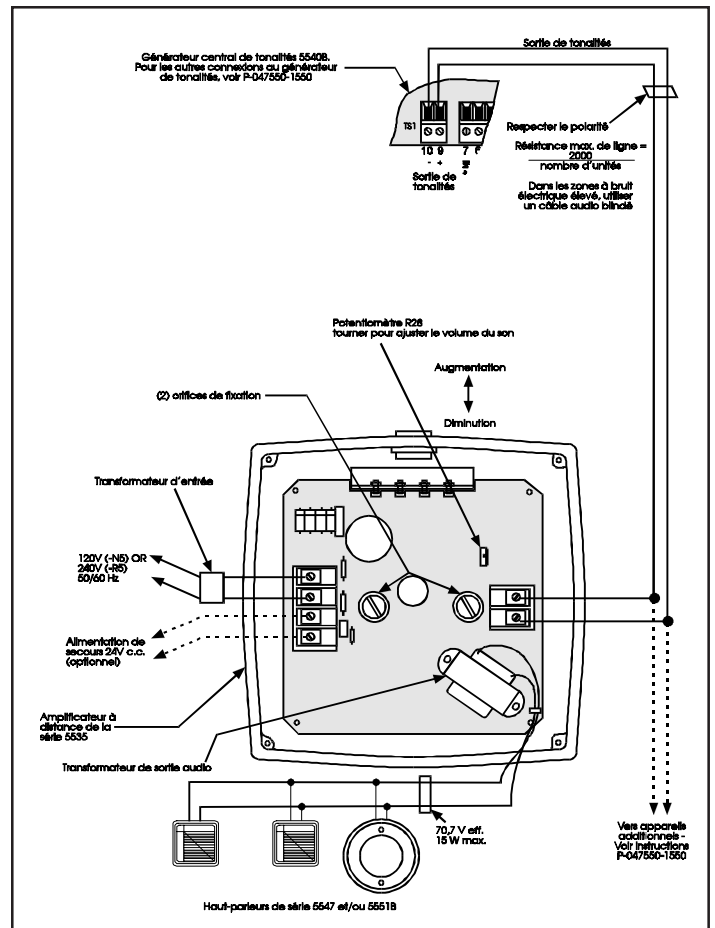

Figure 4. Raccordement de l'amplificateur à distance au générateur central de tonalités (série 5540B illustrée)
c. **Raccordement des amplificateurs 5535 à un générateur central de tonalités 5540 ou 5540A** (figure 4)
d. **Branchement des amplificateurs 5535 à un générateur central de tonalités 5540B** (figure 4)